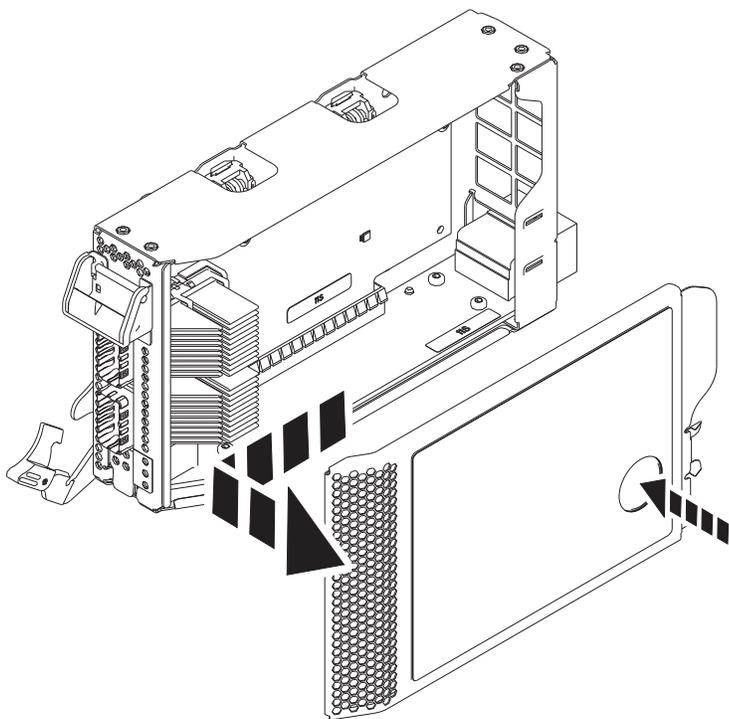

図 39. PCIe アダプター・カセット・カバーの取り外し
- a. 42 ページの図 39 に示されているカセット・カバーの赤褐色のボタンを押して、カセットからカバーを外します。